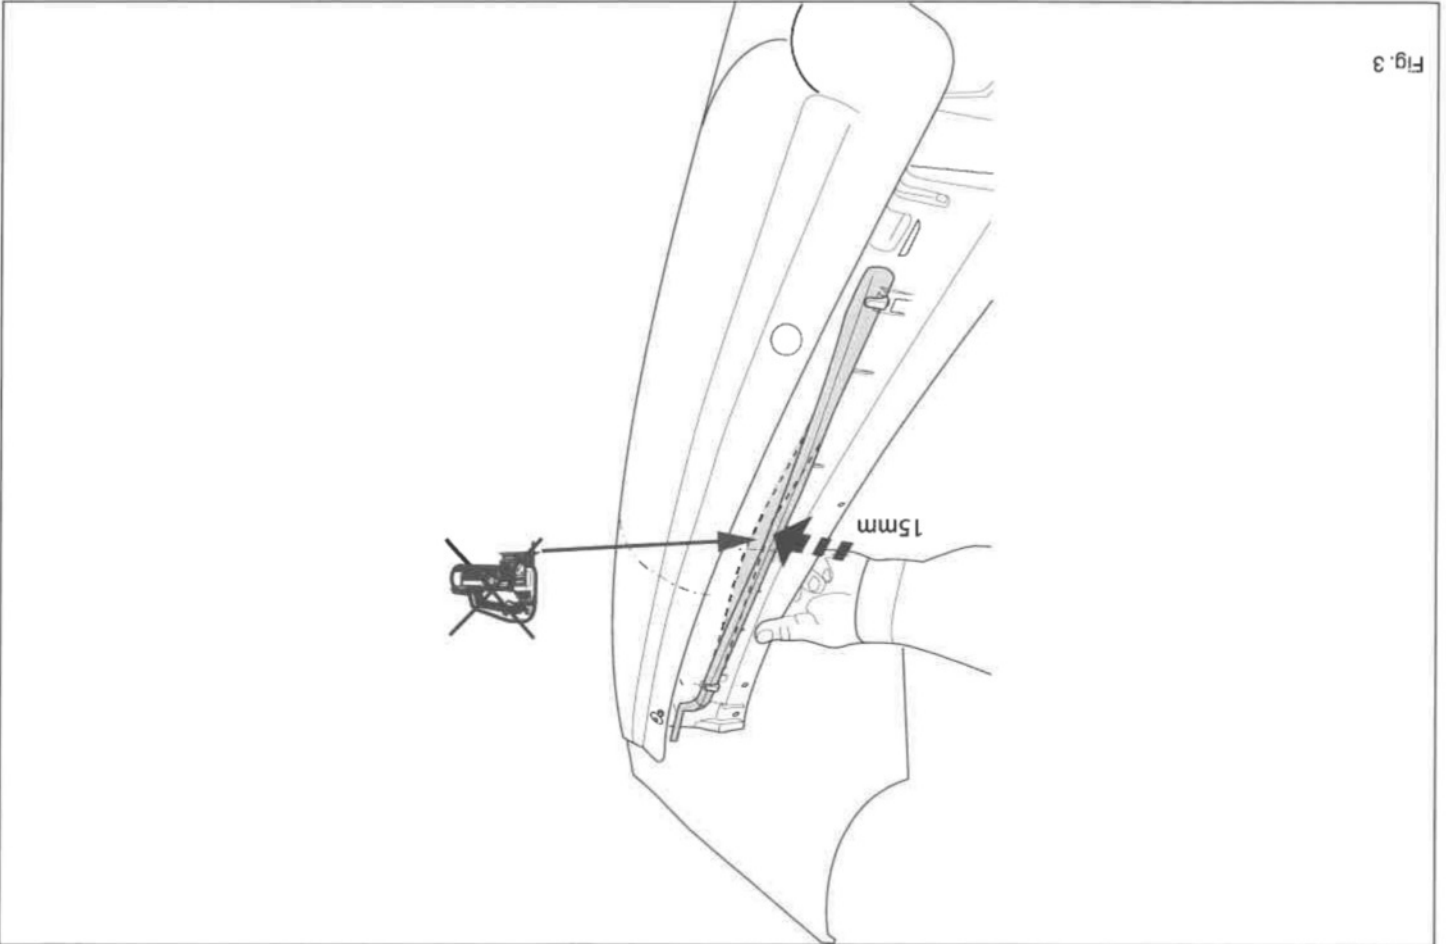

Fig. 3
8. Move the sensor if present. See figure 3.
8. Falls einer Sensor vorhanden ist, diese verlegen. Siehe Abbildung 3.